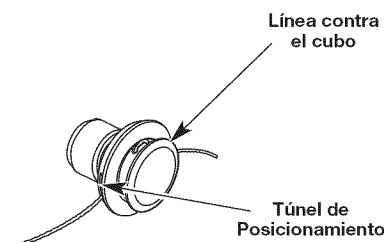

Fig. 13
5. Hale la línea y cerciórese de que la línea esté contra el cubo y que esté totalmente extendida a través de los túneles de posicionamiento (Fig. 13).